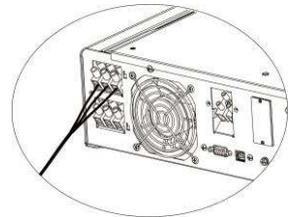

Abbildung 9
Schritt 2: Verbinden Sie die Kabel entsprechend der Polung auf der Klemmleiste. Achten Sie darauf, zunächst den PE Schutzleiter (≡) zu verbinden. Siehe Abbildung 9.